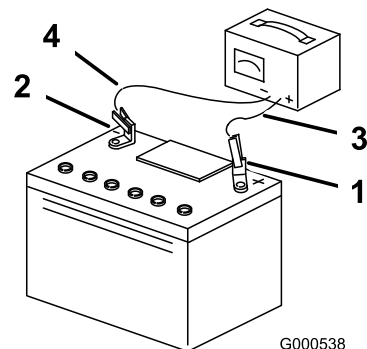

Figura 53
- Quando le batterie sono completamente cariche, staccate il caricabatterie dalla presa elettrica e scollegate i cavi di ricarica dai poli delle batterie (Figura 53).